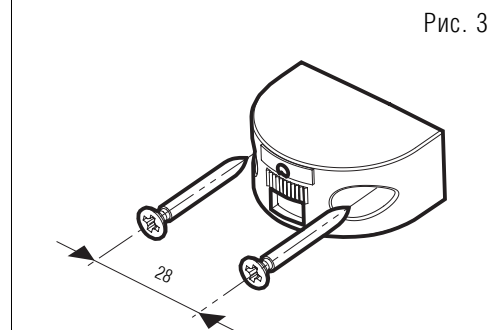

Рис. 3
4. Закрепить кронштейн шурупами на стене (рис.3).